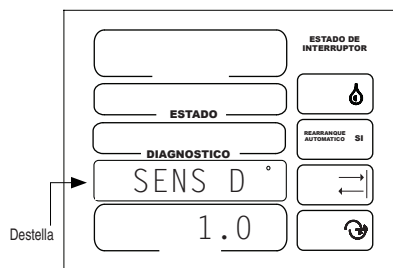

Figura 46-1
10. Pulse **SELECT** ocho veces para acceder a la pantalla de sensibilidad de la dirección. Vea la Figura 46-1.
11. Registre la sensibilidad de la dirección actual visualizada en la parte inferior de la pantalla. Vea la Figura 46-1.